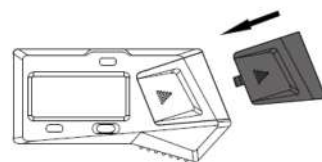

рис.3
- Закройте крышку батарейного отсека (рис.3).